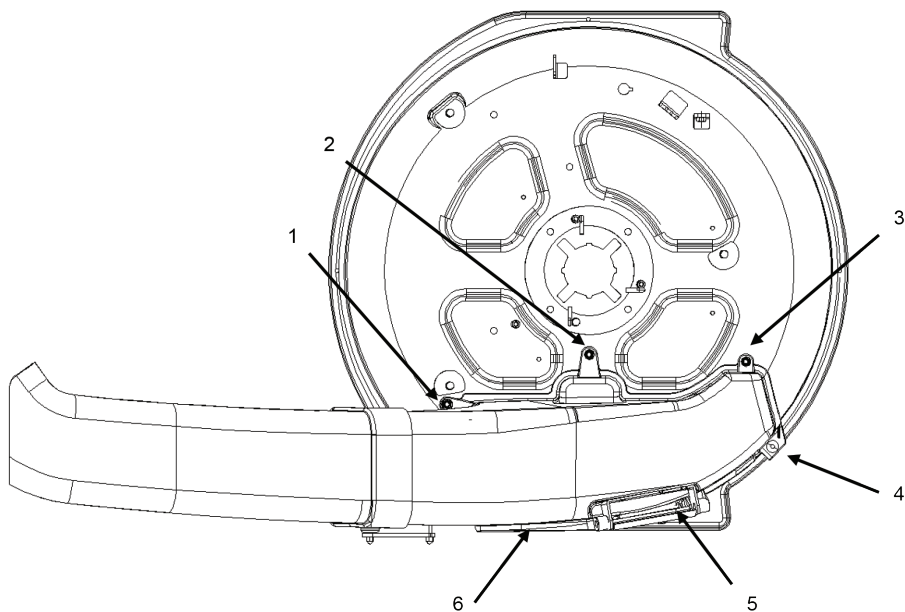

Рис. 26
4. Отверните 6 гаек крепления патрубков режущей деки и снимите его (рис. 26).